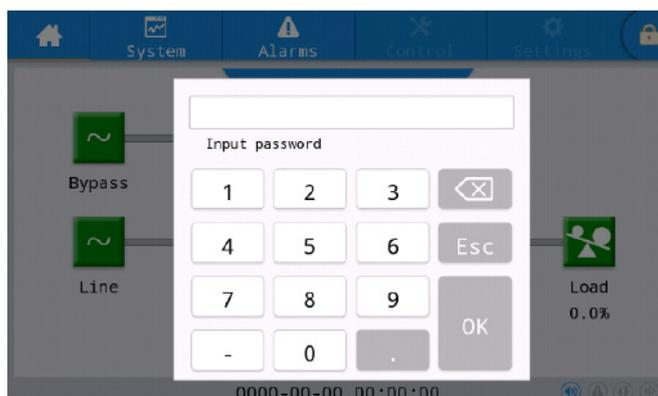

FIGURA 5.7. VENTANA DE DESBLOQUEO POR CONTRASEÑA
Paso 1: En la pantalla principal de inicio, el icono de "Control" se mostrará en gris (deshabilitado). Para activar las opciones deshabilitadas (en gris) haga clic en el icono del CANDADO (se mostrará cerrado). Se solicitará la contraseña de desbloqueo; ingrese la contraseña: "123456", como se muestra en la Figura. 5.7.